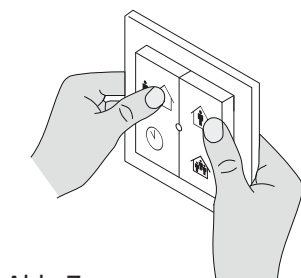

Abb. 7
2. Halten Sie die beiden oberen oder die beiden unteren Tasten gedrückt (Abb. 7).